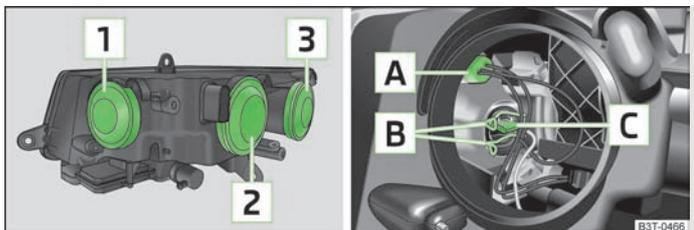

Fig. 189 Farol dianteiro: Disposição das lâmpadas incandescentes / desmontagem das lâmpadas incandescentes de mínimos e máximos
Visão geral da disposição das lâmpadas incandescentes » Fig. 189.
- » Retire a tampa de borracha **1** » Fig. 189.
- » Remova o suporte **A** » Fig. 189.